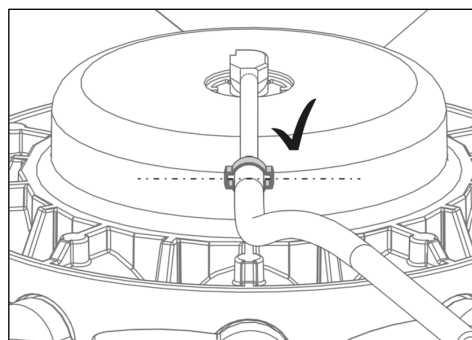

Fig. 17
- 10) Plaats de slangklem zoals aangegeven in Fig. 17.